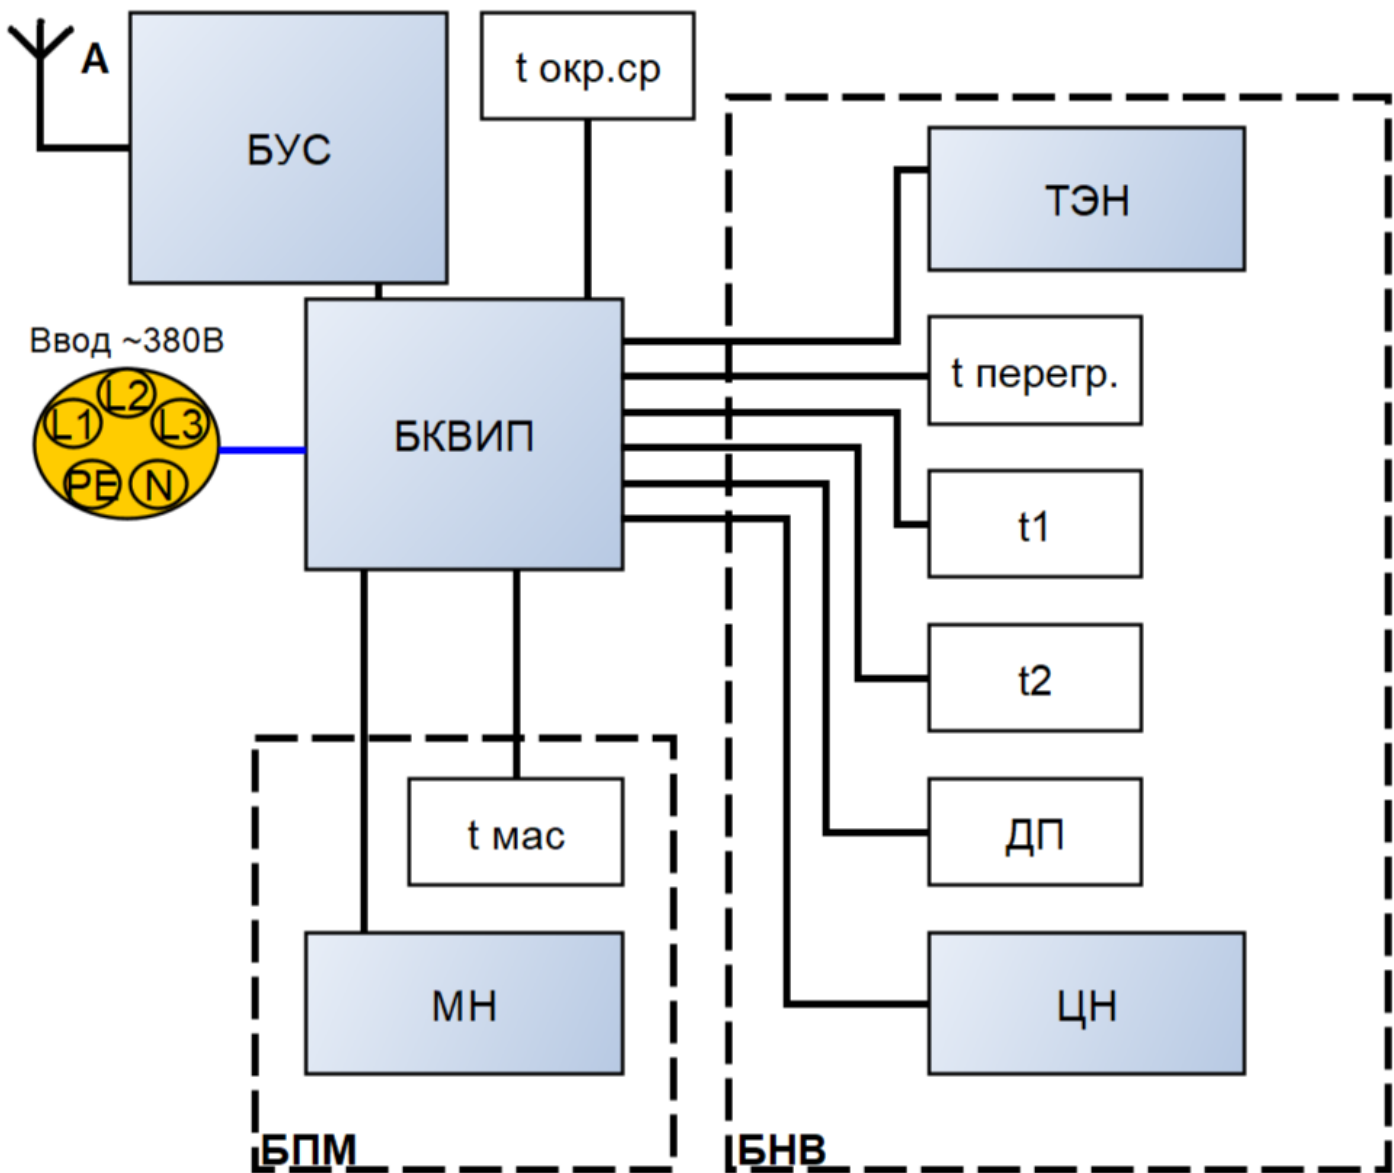

Рисунок 1 - Функциональная схема ЭСПТ
1.1.1.5 В состав ЭСПТ “Бриз” входят (см. рисунок 1):